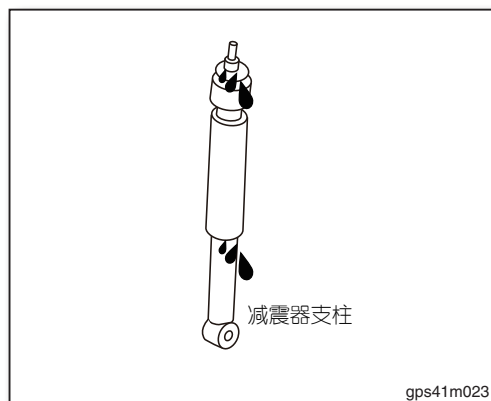

图2
- 检查减震器是否有任何裂痕、变形、漏油或其它损坏，如有发现任何不符合标准的情况，请更换新品(如图2)。